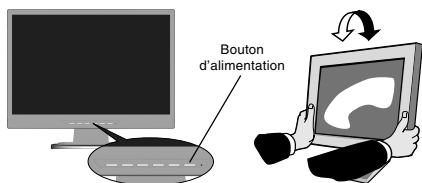

Figure C.1
5. Allumer le moniteur avec le bouton d'alimentation situé à l'avant (**Figure C.1**) ainsi que l'ordinateur.